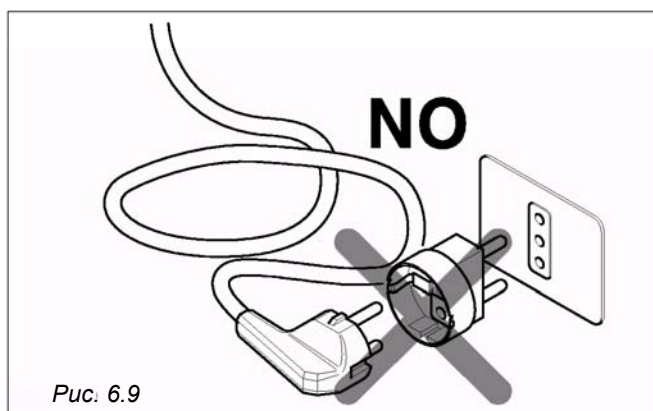

Рис. 6.9
- Розетки, которые несовместимы с этой вилкой, необходимо заменить. (Рис. 6.9).